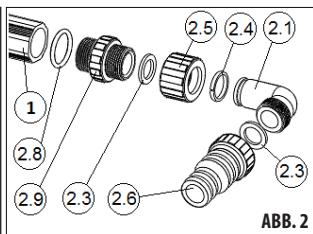
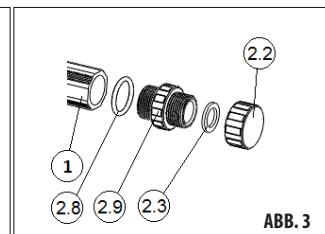

ABB. 2
ABB. 3
- 1) Komplettieren Sie das Panel. An die Röhre des Solarpanels schraubensie die Übergangsmuffen (2.9) mit O-Ringen aus Silikon (2.8). WIR EMPFEHLN, AN DIE FRONTDÜTZUNGSFLÄCHE DES SOLARPANEL-ROHRS (1) EINE DÜNNE SCHICHT DES MITGELIEFERTEN SCHMIERSTOFF AUFZUTRAGEN, SO VERMEIDEN SIE EVENTUELLE UNDICHTHETEN. An die Übergangsmuffen montieren Sie dann die Schlauchdome (ABB. 2) und Stopfen (ABB. 3). In einem der Rohre befindet sich in der Mitte ein Stopfbüchse, an diesem Rohr sind die Schlauchdome anzuwenden, an anderem Rohr sind die Stopfen zu montieren.